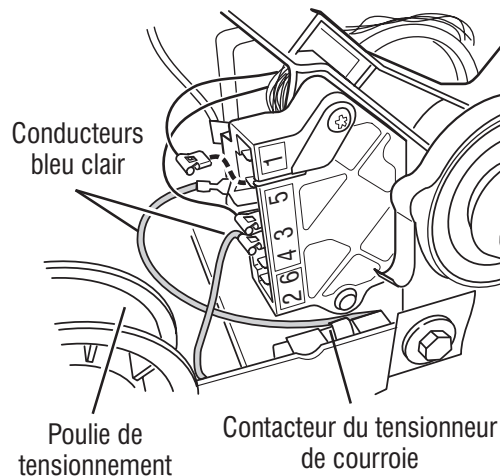

Figure 19 - Contrôler le contacteur du tensionneur de courroie.
11. Contrôler le contacteur du tensionneur de courroie en mesurant la résistance entre les deux conducteurs bleus (voir la figure 19) tout en poussant vers le haut la poulie de tensionnement.